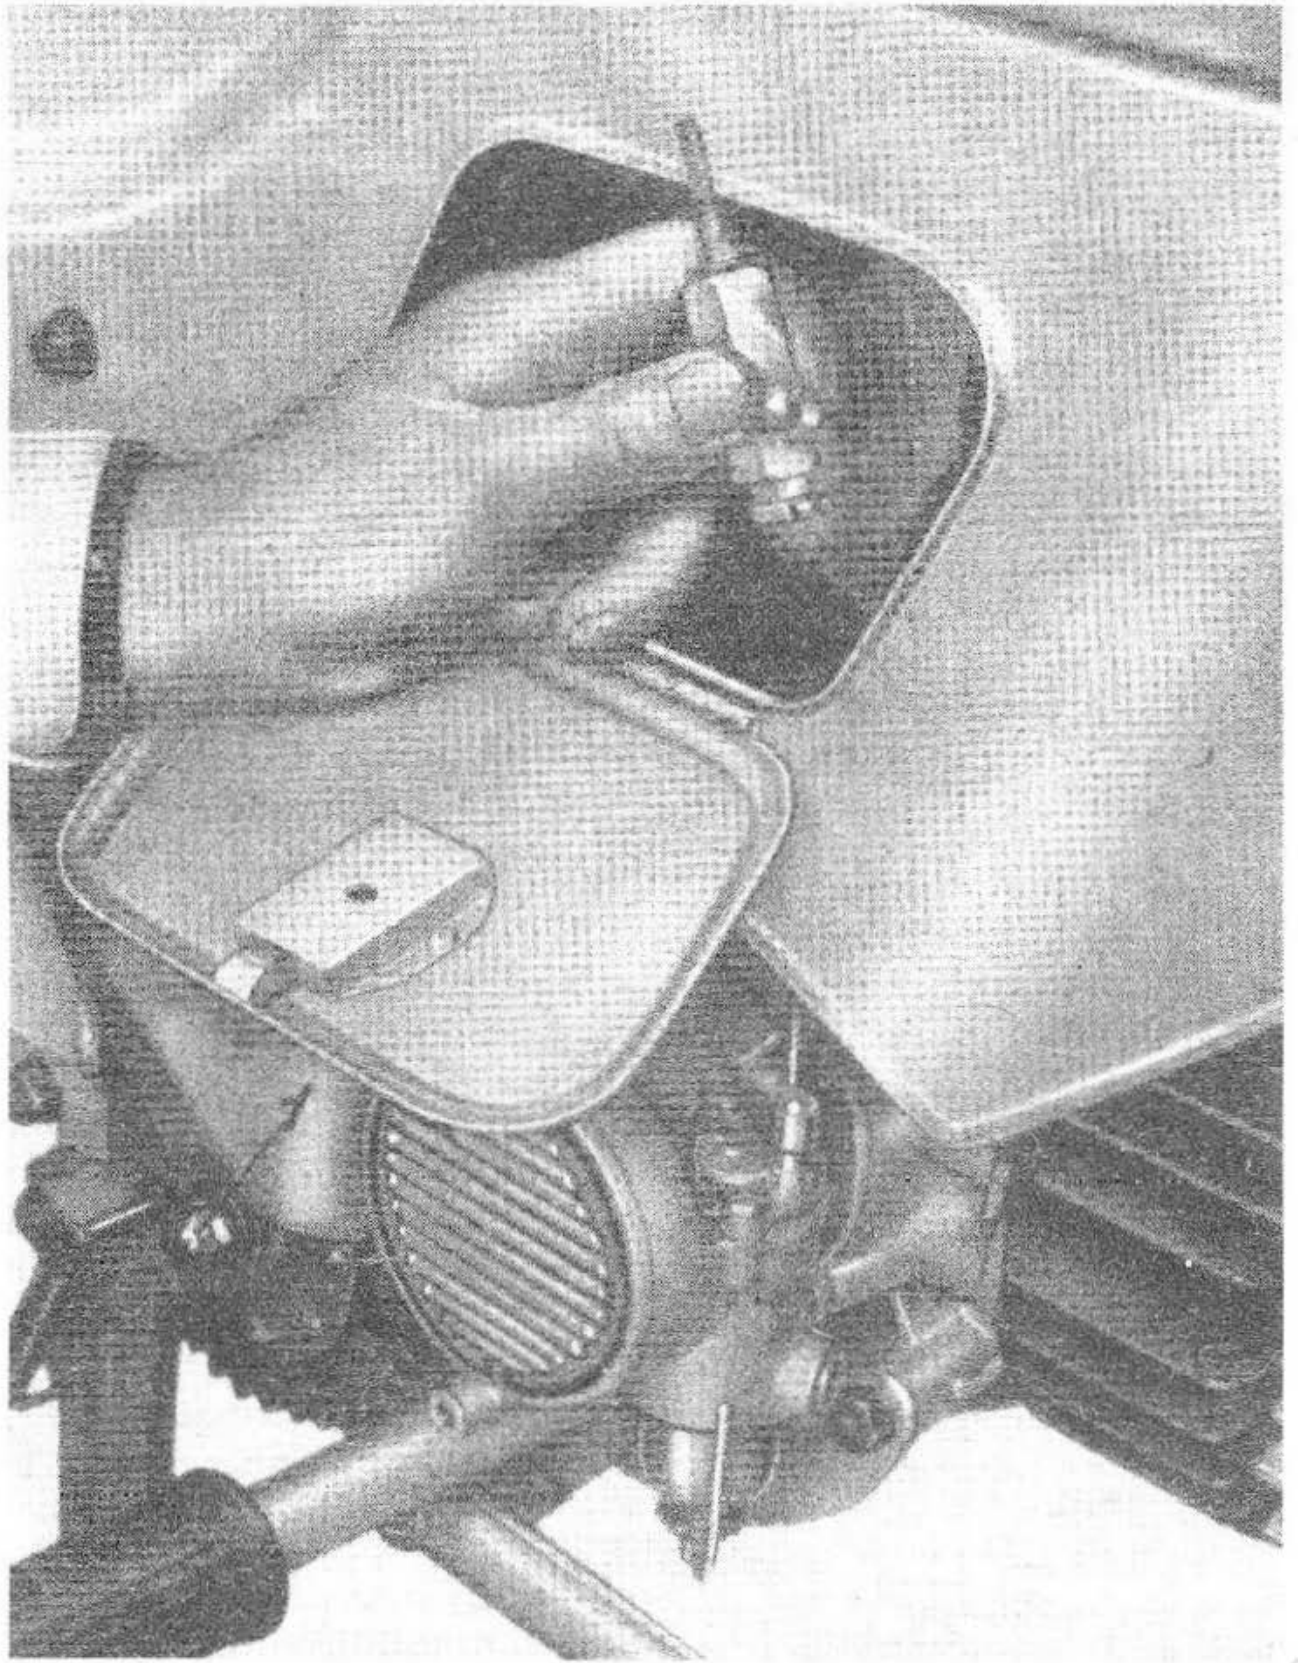

Fig. 12
- il perno della messa in moto, l'ingrassatore è posto in testa a questo e per accedervi occorre levare il coperchio destro (vedere fig. 12 n. 1).
Staccare la tubazione e il rubinetto (vedere fig. 12); indi pulire il tutto con benzina accertandosi prima del montaggio che il filtro sia integro.